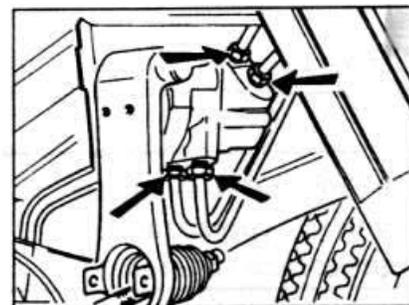

Рис. 9.61. Трубки подвода тормозной жидкости к регулятору давления.
- Отсоедините тормозные трубки от регулятора давления и слейте жидкость в соответствующий контейнер (см. рис. 9.61).